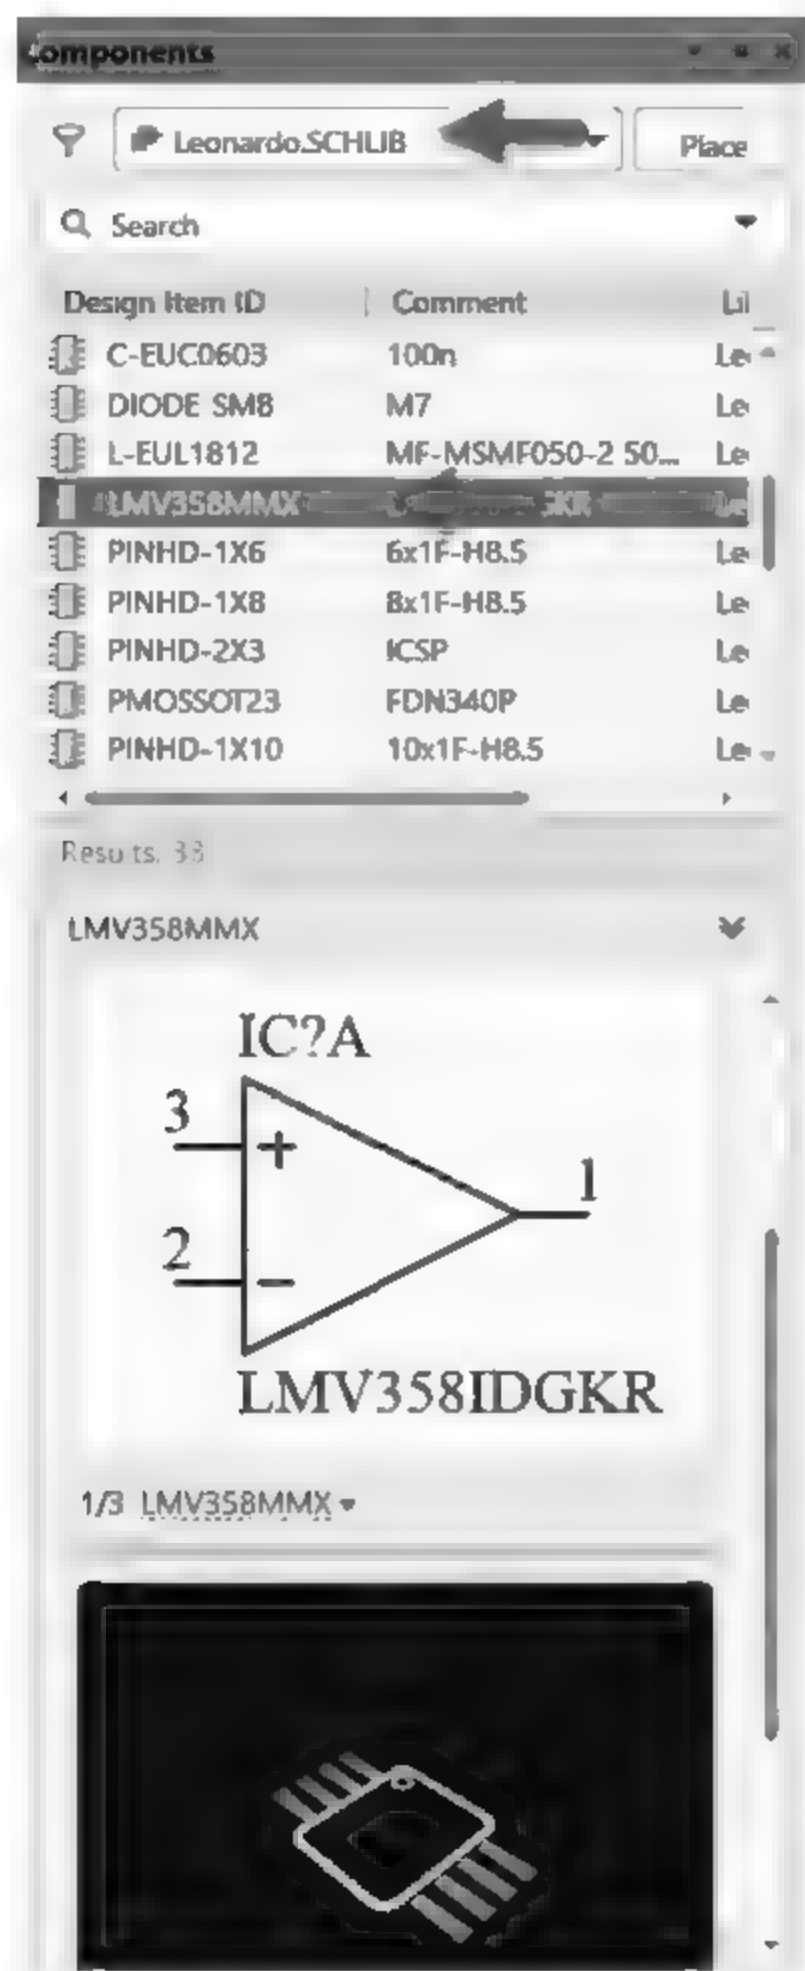

图 4-17 查找元器件
(1) 在 Components 面板的元件库下拉列表框中选择 Leonardo.SCHLIB,使之成为当前库;同时库中的元件列表显示在库的下方,在元件列表中找到元件 LMV358MMX,如图 4-17 所示。